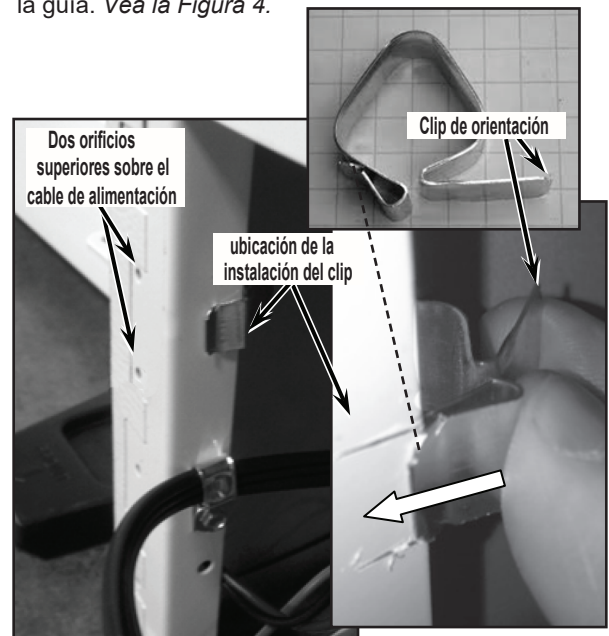

FIGURA 4
6. Instale el clip de orientación en la guía, entre los dos orificios superiores arriba del cable de alimentación. Tenga en cuenta la alineación del clip de orientación sobre la guía. *Vea la Figura 4.*